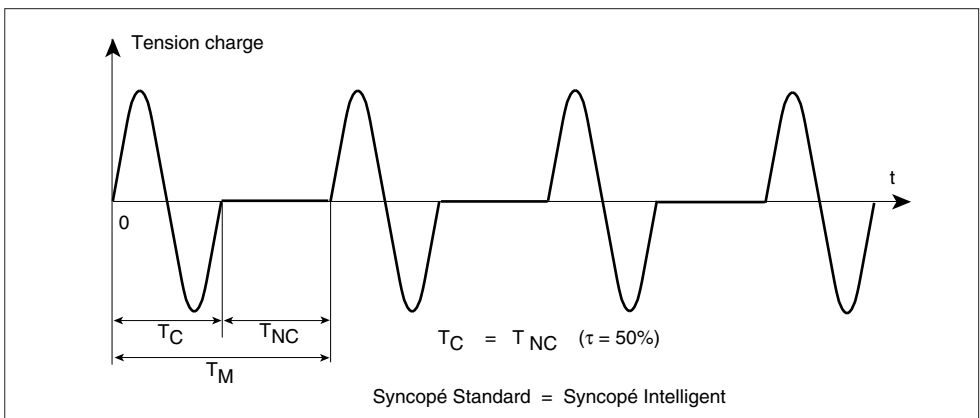

Figure 5-3 Conduction avec taux  $\tau = 50\%$  ( $T_C = T_{NC}$ ) en modes «Syncoché » et «Syncoché Intelligent»
- Pour  $\tau = 50\%$  les temps de conduction et de non conduction correspondent à **1 période** du réseau chacun (voir figure 5-3).